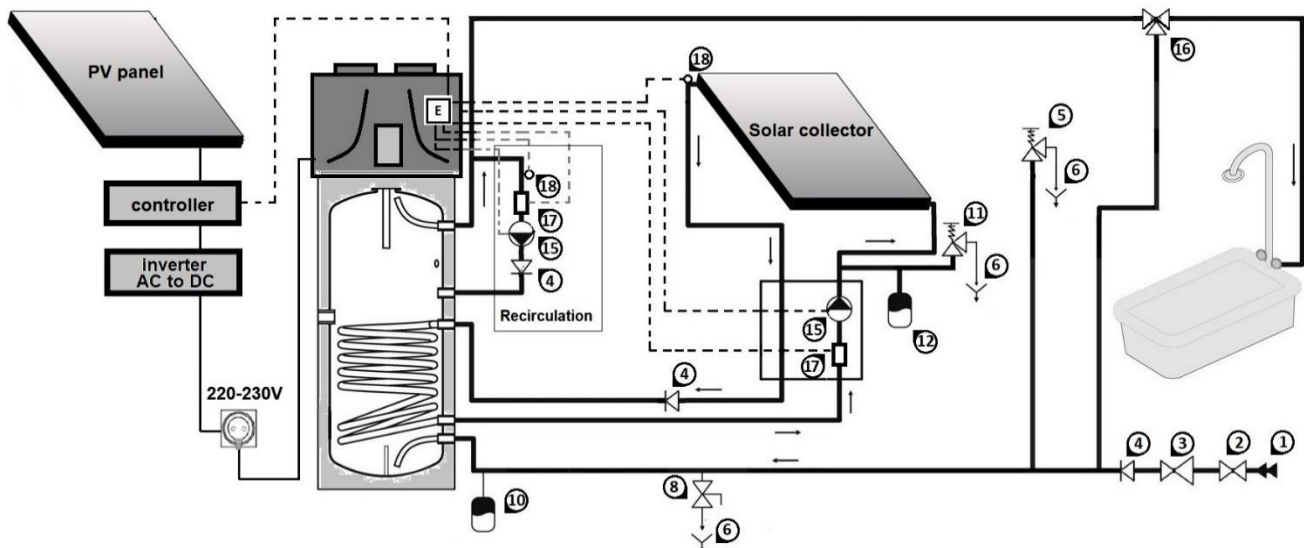
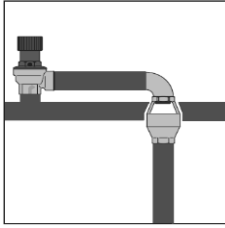

Fig. 8 Connexion au système d'alimentation en eau et au capteur solaire
Fig.8a
Connectez les tuyaux d'entrée et de sortie d'eau froide aux points de connexion appropriés. L'illustration suivante (Fig. 8) montre un exemple de raccordement au système de distribution de l'eau
- L'installateur du système doit impérativement installer une soupape de décompression de 8 bars sur le tuyau d'entrée de l'eau froide (Fig. 8).
NOTE: La soupape de décompression doit être ouverte manuellement régulièrement pour éviter l'accumulation de tartre et / ou l'obstruction (Fig. 8).
NOTE: La soupape de vidange 6 (Fig.8) de la soupape de décompression doit être installée avec une inclinaison continue vers le bas et dans un endroit où elle sera protégée du gel. L'utilisation d'un siphon spécial (Fig.8a) est obligatoire!
ATTENTION ! La pompe à chaleur pour la production d'eau chaude sanitaire est capable de chauffer l'eau à plus de 60 ° C. L'installation d'une valve mélangeur thermostatique automatique 16 (Fig. 8) à la sortie de l'eau chaude est recommandée pour la protection contre la combustion
Remplissez le réservoir d'eau en ouvrant le robinet d'entrée 2 (Fig. 8) et le robinet d'eau chaude dans votre salle de bain. Le réservoir d'eau est plein, lorsqu'à travers le robinet d'eau chaude dans la salle de bain commence à sortir uniquement de l'eau sans air. Vérifiez qu'il n'y a pas de fuites des joints et des connexions. Serrez les boulons ou les connexions si nécessaire.